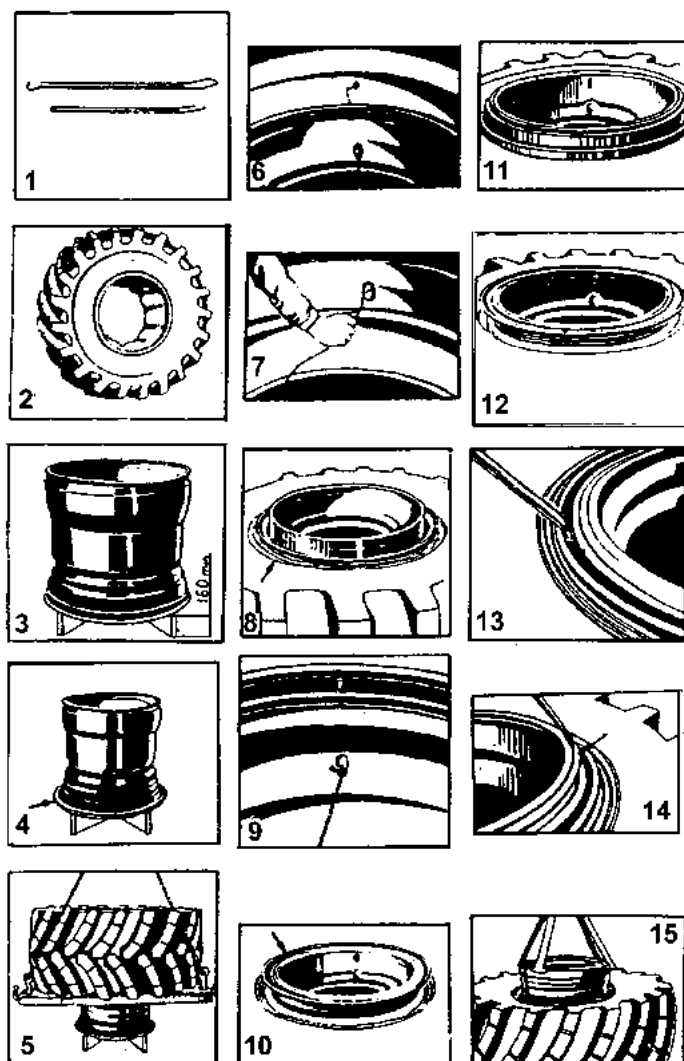

Рис. 70. Монтаж-демонтаж шины
2. Операции монтажа-демонтажа выполняются с помощью двух монтажных лопаток, прикладываемых в ЗИП (рис. 70, поз.1).
3. Подъем шины и колеса при монтаже-демонтаже осуществляется лицом, допущенным к управлению грузоподъемным механизмом с помощью грузозахватных приспособлений (типа показанных на рис. 70, поз.5).
Последовательность операций по монтажу-демонтажу шины производите в соответствии с рис. 70 поз.1...15.
1. Внутреннюю поверхность покрышки посыпьте тальком, вложите в покрышку камеру и подуйте ее настолько, чтобы она приняла естественную (рабочую) форму (рис. 70, поз.2), при этом необходимо учитывать направленность рисунка и место установки колеса на ступице, чтобы обеспечить совпадение указателей направления вращения шин (стрелки на боковинах покрышек) с направлением вращения колес при движении трактора вперед.
2. Установите обод на крестовину (рис. 70, поз.3) и наденьте на него бортовое кольцо (рис. 70, поз.4), при этом бортовое кольцо наружными кромками не должно упираться в крестовину.
3. Наденьте шину на обод (рис. 70, поз.5), при этом целесообразно введение вентиля камеры в вентиляное отверстие обода производить с помощью проволоки или тросика, предварительно закрепленных на вентиле (рис. 70, поз.6, 7).
4. Установите второе бортовое кольцо (рис. 70, поз.8).
на ободе (рис. 70, поз.9), наденьте посадочное съемное кольцо на обод (рис. 70, поз.10).
6. Установите замочное кольцо на обод (рис. 70, поз.11).
7. Во избежание самодемонтажа перед накачиванием необходимо бортовым кольцом надежно замкнуть посадочное съемное кольцо и замочное кольцо на ободе, при этом стыки разрезных частей колец должны быть в диаметрально противоположном положении (рис. 70, поз.12). Соблюдая меры предосторожности, накачайте шину до давления не более 0,05-0,06 МПа (0,5-0,6 кгс/см²) и убедитесь в том, что шина по всей длине окружности зашла за посадочное съемное кольцо. Если борт шины в некоторых местах уперся в торец посадочного съемного кольца, необходимо заправить кольцо под борт монтажной лопаткой.
2. Осадите борт шины с посадочной полки путем введения крючкообразного конца одной монтажной лопатки и плоского конца другой между бортовым и посадочно-съёмным кольцами и отжата противоположных концов лопаток вниз. Осаживание производится обходом по кругу, начиная с места расположения демонтажного паза на посадочном съёмном кольце (рис. 70, поз.13).
3. Постукиванием по буртику посадочного съёмного колеса осадите последнее с буртика замочного кольца, затем введите плоский конец одной из монтажных лопаток в демонтажный паз замочного кольца и, отжимая противоположный конец лопатки к центру колеса, выведите конец замочного кольца из зацепления с ободом (рис. 70, поз.14).
9. Извлеките обод из шины (рис. 70, поз.15).